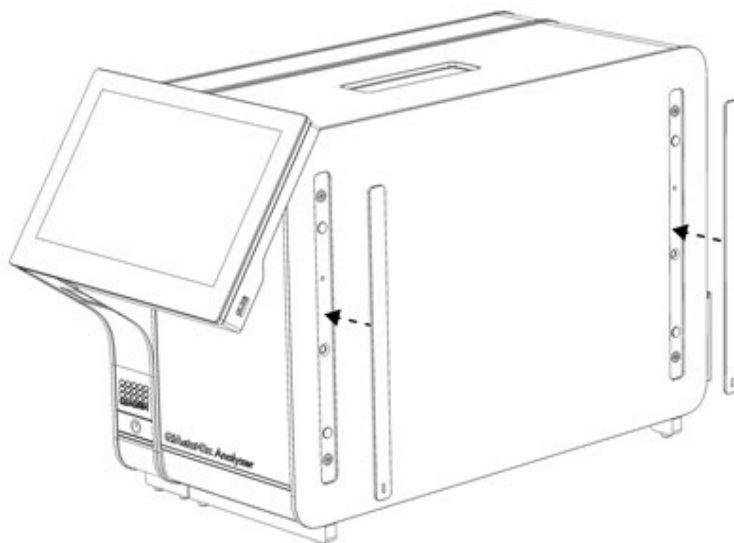

Figura 7. Reatașarea capacelor de protecție.
4. Atașați la loc capacele de protecție pe partea laterală a modulului analitic (Figura 7).